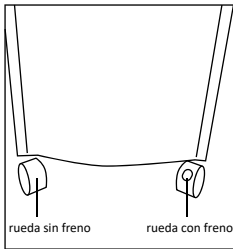

Fig. 1
2. Coloque las ruedas en la parte inferior del aparato con ayuda de la llave provista en el kit. Las ruedas con freno van en posición delantera, mientras que las desprovistas de freno en trasera. (Fig. 1)